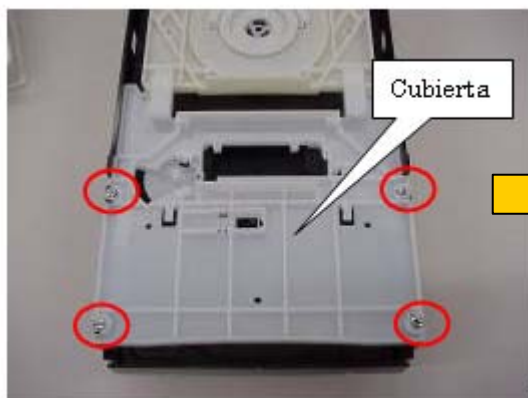

Fig. 1.1
- 1.1 Remueva los tornillos (4 piezas) y quite la cubierta (Fig. 1.1). Confirme que las 3 charolas de CD se encuentren del lado del Stocker (Fig. 1.2).